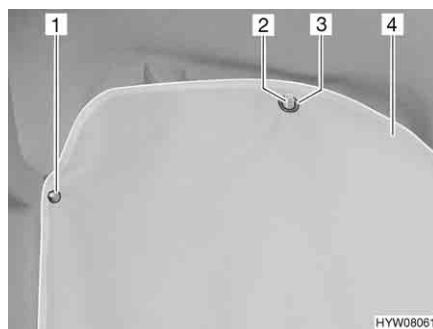

Fig. 15 Oscurante cabina di guida
- Fissare l'oscurante (Fig. 15,4) con i bottoni automatici (Fig. 15,1).
- Agganciare gli occhielli (Fig. 15,3) a sinistra e a destra nei ganci per gli abiti (Fig. 15,2) delle impugnature.
- Sganciare gli occhielli (Fig. 15,3) a sinistra e a destra dai ganci per gli abiti (Fig. 15,2) delle impugnature.
- Sganciare e riporre l'oscurante (Fig. 15,4).